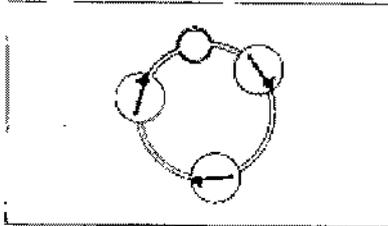

Fig. 1 Aplicación típica de CranioFix reabsorbible
- Para garantizar una estabilidad suficiente de la tapa ósea después de una craneotomía, deben disponerse como mínimo tres implantes CranioFix reabsorbibles en forma de triángulo equilátero, ver Fig. 1